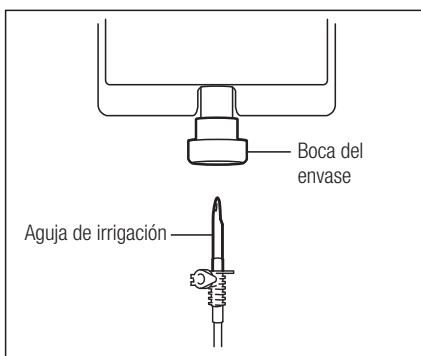

Fig. 10
- 3) Inserte la aguja de irrigación en la boca del envase. (Fig. 10)